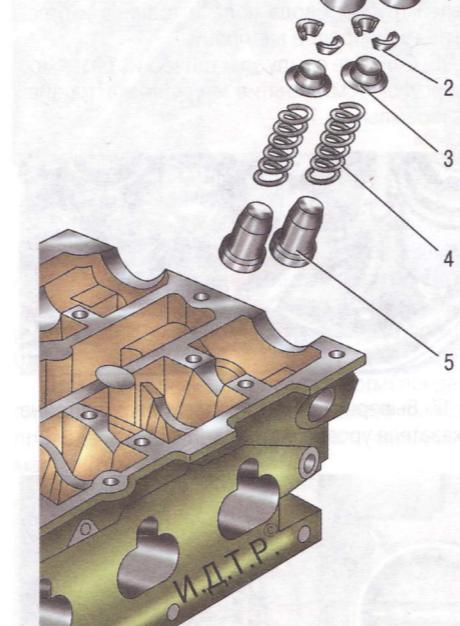

Рис. 5.9. Детали привода клапанов: 1 - толкатель; 2 - сухарь; 3 - тарелка пружины; 4 - пружина; 5 - маслосъемный колпачок
7. Снимите толкатели 1 (рис. 5.9) клапанов 2-го цилиндра.
10. Сожмите приспособлением пружину 4 (см. рис. 5.9) одного из клапанов и выньте из тарелки 3 пружины с помощью пинцета или намагниченной отвертки два сухаря 2. Затем снимите приспособление.